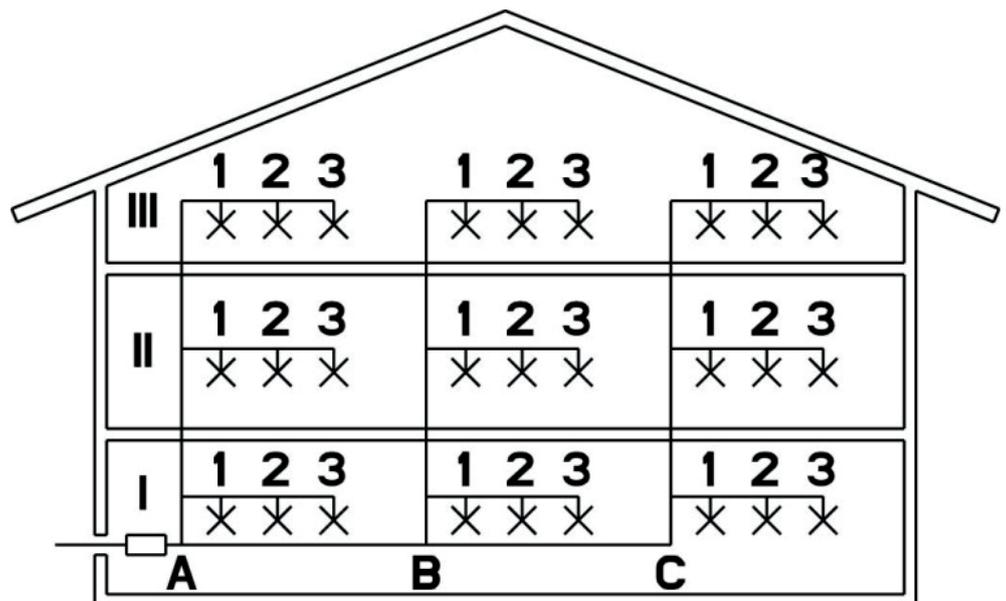

Abb. D-16: Spülreihenfolge der Einbaustrecken
8. Spülreihenfolge festlegen. Die Spülreihenfolge ist von der naheliegenden bis zur entferntesten Entnahmestelle durchzuführen. Entsprechend sind die Steigleitungen in der Reihenfolge mit A beginnend, dann B, dann C zu spülen. Die Stockwerksleitungen werden dabei beginnend bei I, dann II, dann III, sowie in den Stockwerksleitungen beginnend mit 1, dann 2, dann 3 gespült, damit Verunreinigungen auf dem kürzesten Weg aus der Installation herausgespült werden, siehe Abb. D-16.
6. Entnahmestellen des Spülabschnittes entsprechend der Spülreihenfolge Abb. D-16, Pos. öffnen.